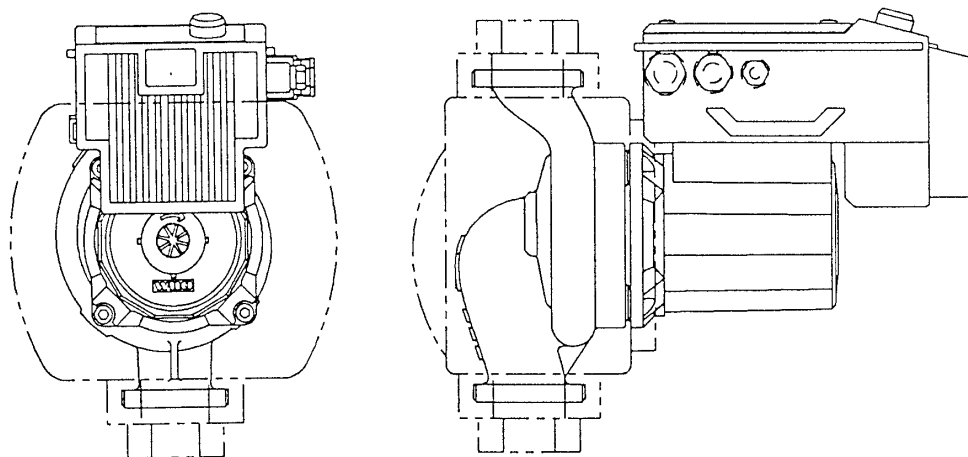

Fig. 1
- Avlägsna täckkåpan på motorn enl. Fig.1 - Pos.4.
- Öppna försiktigt luftningsskruven enl. Fig.1 - Pos.4.